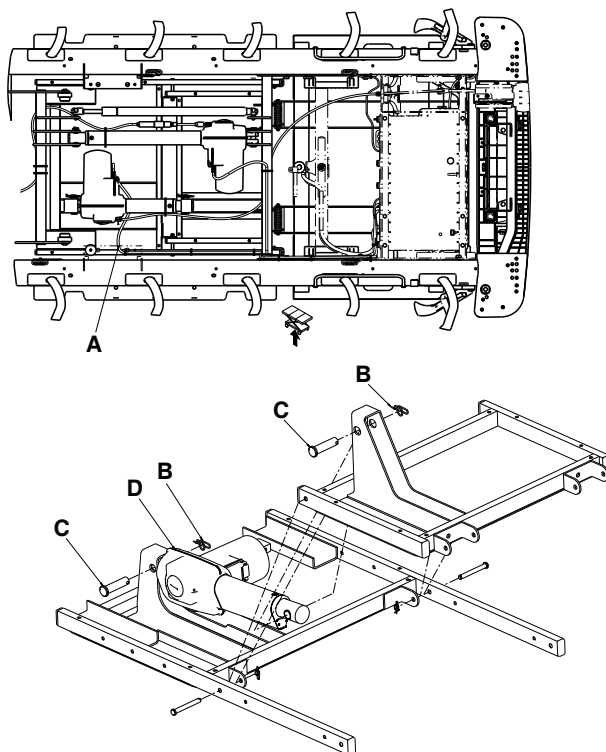

Figure 29 – Remplacement de l'actionneur du relève-jambes
5. À l'aide d'un petit tournevis plat, retirer le dispositif de retenue du câble d'alimentation de l'actionneur et débrancher le câble d'alimentation (A) de l'actionneur (Figure 29).